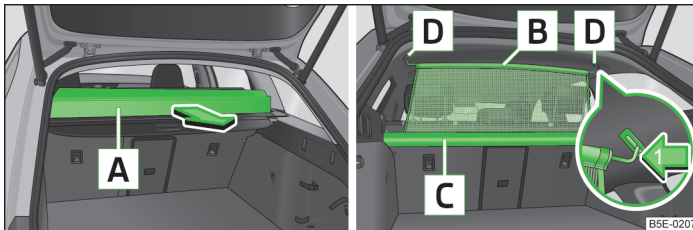
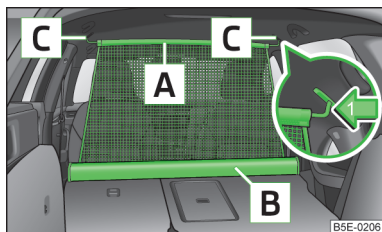

Fig. 100 Rabattement d'une partie du couvre-bagages enroulable / Filet de séparation à l'arrière des sièges arrière à l'état déployé.
Fig. 102
- Assurez-vous que la tige transversale du filet de séparation est fermement accrochée dans les logements **D** » fig. 100 à la page 97 et **C** » fig. 102 à la page 98.
- Repliez une partie du couvre-bagages enroulable **A** dans le sens de la flèche » fig. 100.
- Tirez sur le filet de séparation par la tige transversale **A** pour le faire sortir de son boîtier **B** » fig. 102.